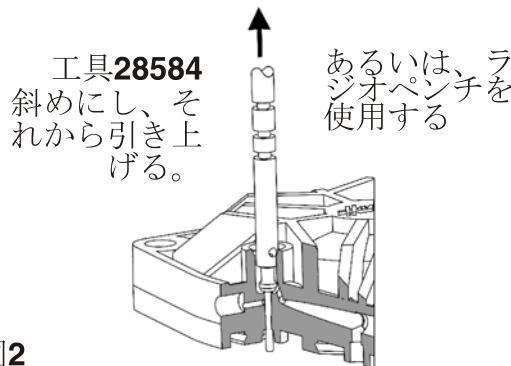

図2
2. ばねとパイロットシステム27375を取り外します。（図2参照）